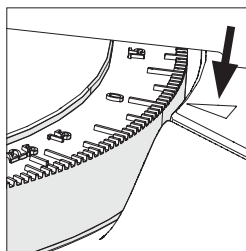

Fig. 15
Nota: hay escalas duales del ángulo de inglete moldeadas en el lado derecho (RH) de la mesa giratoria. Un pequeño puntero mecanizado en la base de la máquina indica el ángulo seleccionado (**Fig. 15**).